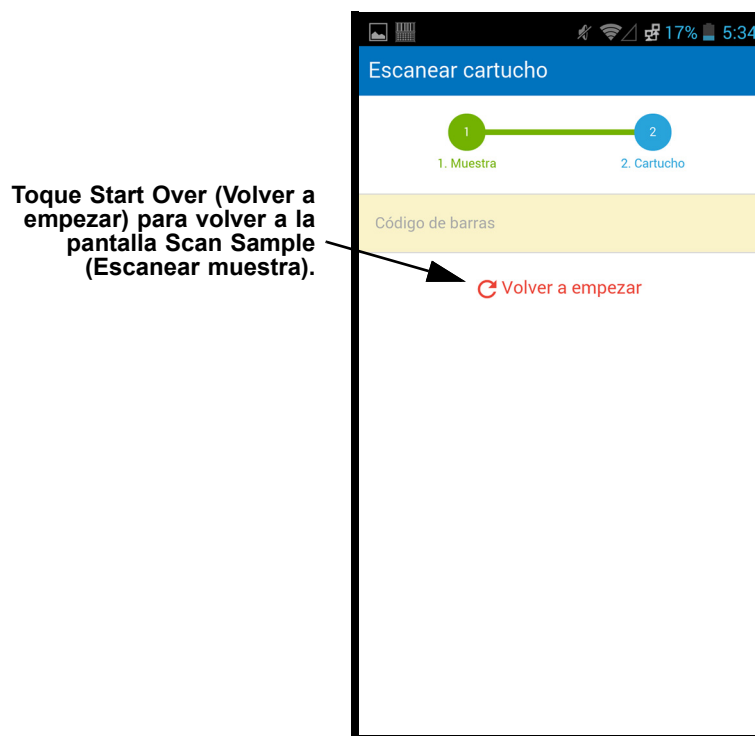

Figura 5-106. Pantalla Scan Cartridge (Escanear cartucho) de Cepheid Link
- 2) Si se encuentra una solicitud, se mostrará muy brevemente la pantalla de éxito (marca de verificación verde) (consulte la figura 5-103) y seguidamente se mostrará la pantalla Scan Cartridge (Escanear cartucho). Consulte la figura 5-106.
- 4) Si se encuentra una solicitud, se mostrará muy brevemente la pantalla de éxito (marca de verificación verde) (consulte la figura 5-103) y seguidamente se mostrará la pantalla Scan Cartridge (Escanear cartucho). Consulte la figura 5-106.